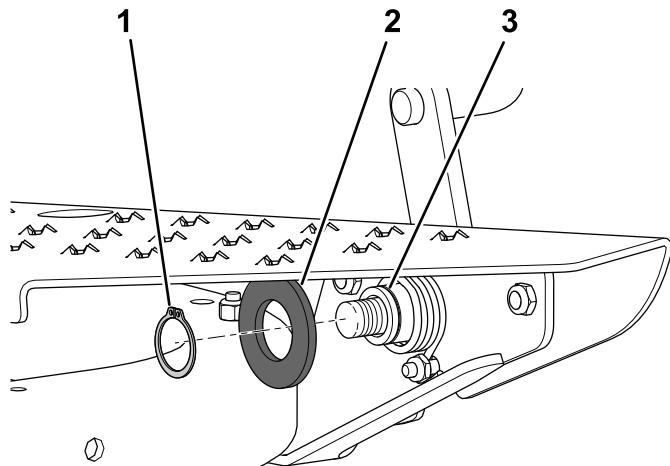

Bild 20
8. Befestigen Sie die Drehfeder mit einer Flachscheibe (1 1/8" x 2") und einem Halterung an der Büchsenplatte (Bild 20).